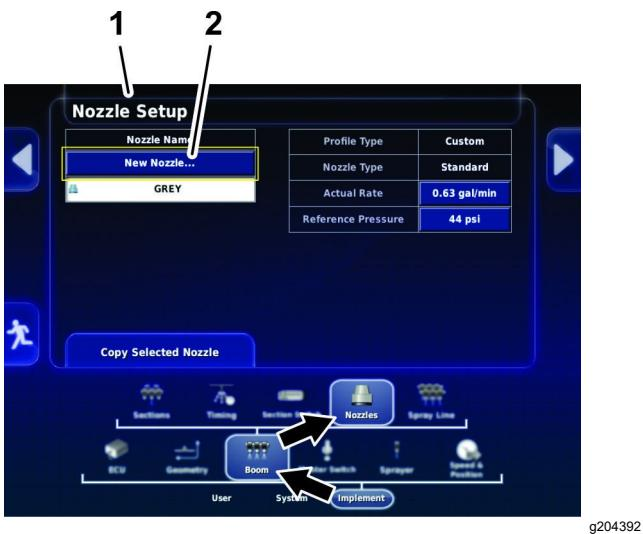

Рисунок 75
- Выберите название поля, введите название поля и нажмите на значок подтверждения (Рисунок 75).